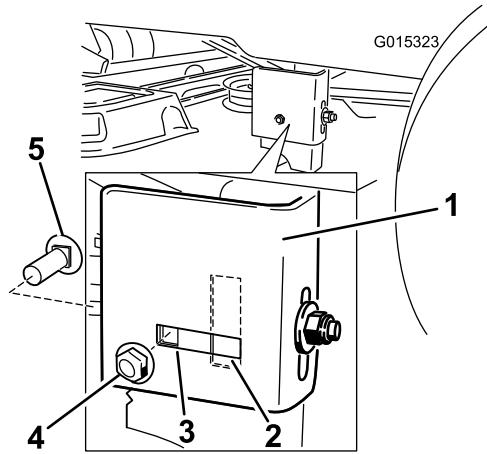

Figura 51
- Si el perno de cuello cuadrado lateral está en la posición fija, retire el perno de cuello cuadrado lateral y la tuerca de bloqueo lateral de la posición fija, e instálelos en la posición de ajuste ranurada (Figura 51).